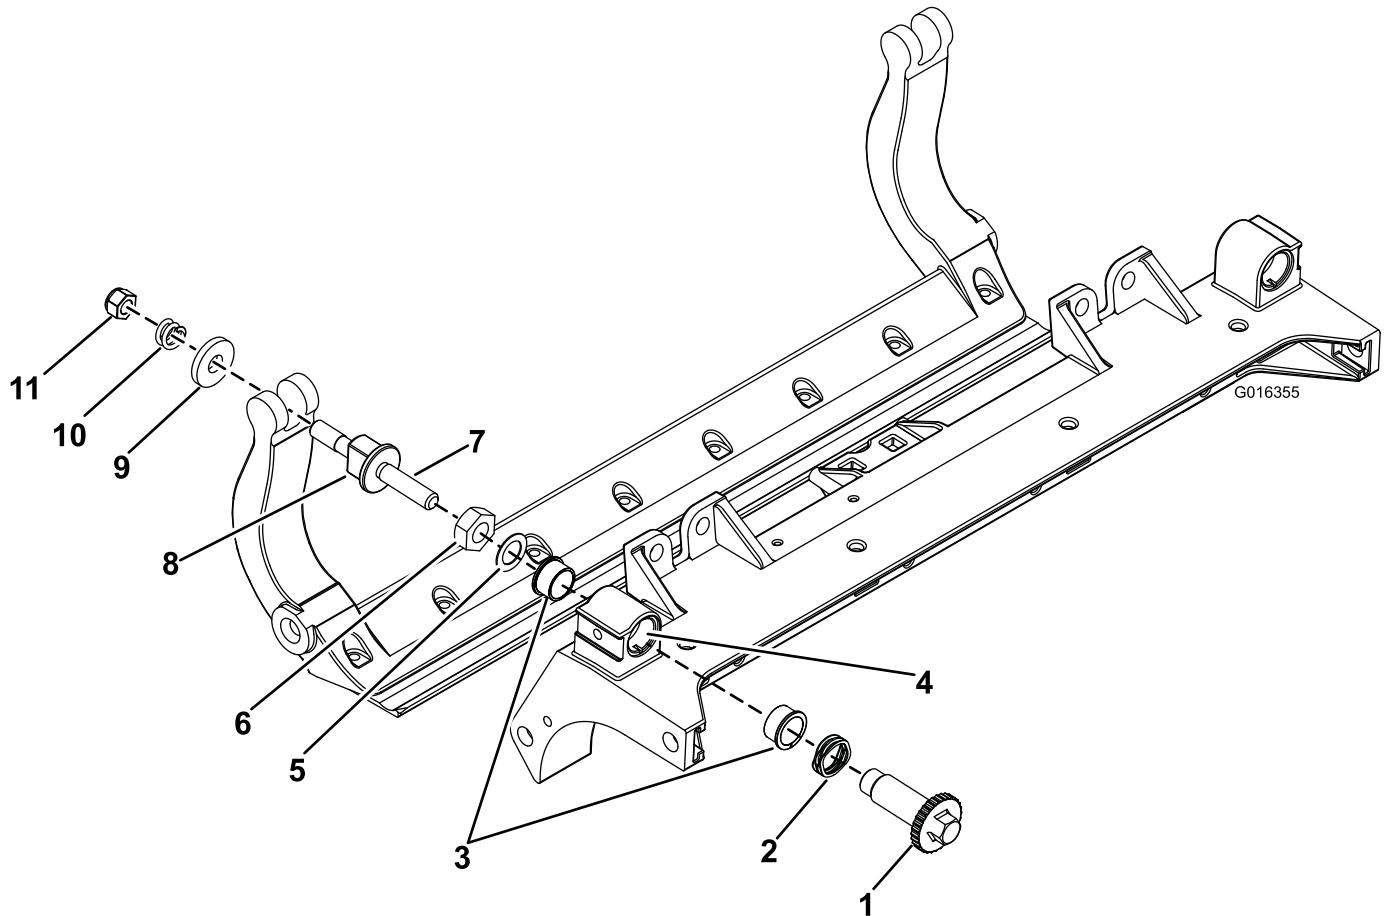

Bild 33
2. Tragen Sie ein Gleitmittel innen im Büchsenbereich am mittleren Schneideeinheitrahmen auf (Bild 33).
3. Fluchten Sie die Keile an den Flanschbüchsen mit den Schlitten im Rahmen aus und setzen Sie die Büchsen ein (Bild 33).
4. Legen Sie eine Wellenscheibe auf die Einstellerwelle und schieben Sie die Einstellerwelle auf die Flanschbüchsen im Rahmen der Schneideeinheit (Bild 33).
5. Befestigen Sie die Einstellerwelle mit einer Flachscheibe und einer Sicherungsmutter (Bild 33). Ziehen Sie die Sicherungsmutter mit 20-27 N m an.
- B. Legen Sie eine Stahlscheibe außen auf jede Nylonscheibe (Bild 33).
1. Entfernen Sie alle Teile, siehe *Installationsanleitung* für das HD-DPA-Kit, Modellnr. 120-7230, und Bild 33.